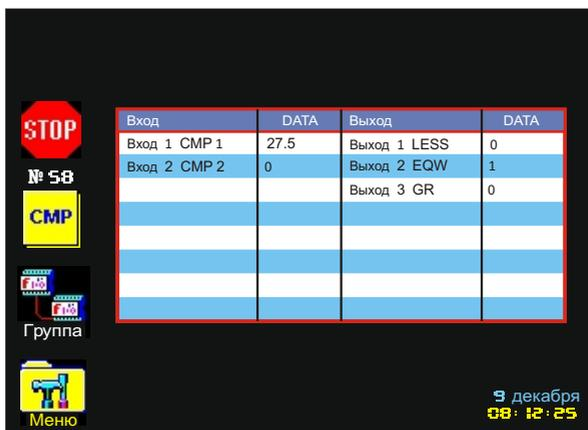

Рис. 126. Меню "Процесс" (Блок "Компаратор").
9.5.13 В меню **Процесс** блок Компаратор представлен в виде таблицы, в которой находится информация о состоянии входов и выходов блока в данный момент времени (Рис. 126).